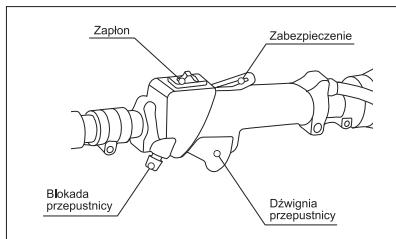

rys. 8
3. Pięć-siedem razy nacisnąć na przezroczysty przycisk ręcznej pompki paliwowej, umiejscowiony pomiędzy filtrem powietrza a zbiornikiem paliwa, w celu zaopatrzenia gaźnika w mieszankę paliwową (Rys. 8). Przy tym poprzez przezroczysty przycisk pompki powinien byćauważalny proces pompowania mieszanki paliwowej. Jeśli mieszanka paliwowa nie wypełniła przycisku, to należy nacisnąć go jeszcze kilka razy.